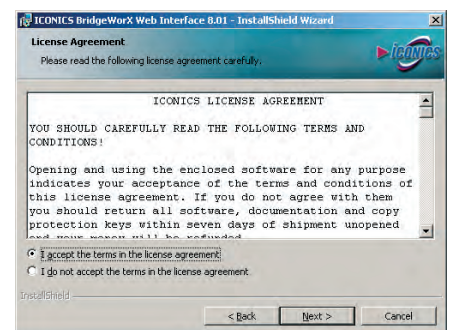

Рис. 28. Установка Web-интерфейса: лицензионное соглашение
18. Далее на экран будет выведено окно лицензионного соглашения (рис. 28). Выберите пункт **I accept the terms in the license agreement** (Я принимаю условия лицензионного соглашения). Нажмите кнопку **Next** (Далее).